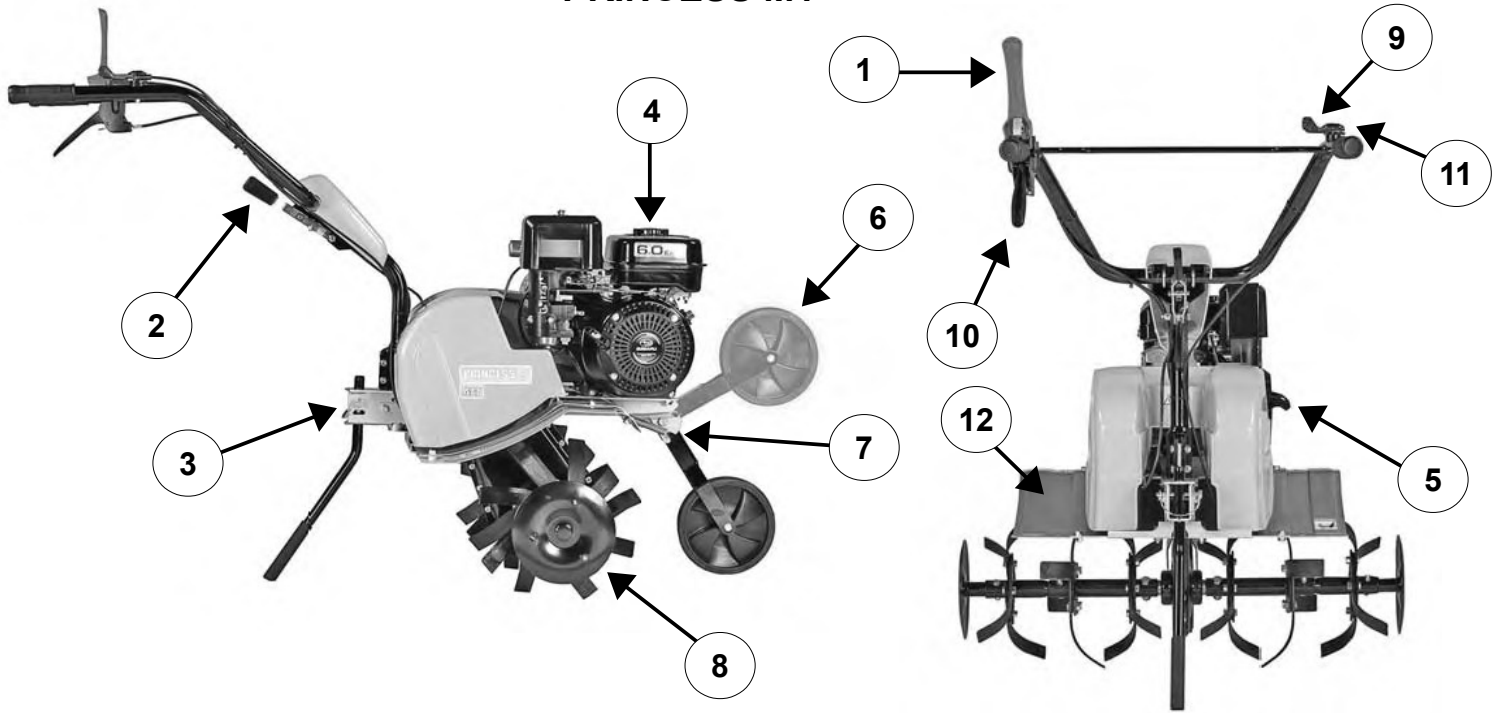

Fig. 1
- Monte a roda de movimento (fig. 1 – fig. 2 – fig. 3, n. 6) introduzindo a mola.
- Monte a espora (fig. 1 – fig. 2 – fig. 3, n. 3).
- Monte os guarda-lamas (fig. 1, n. 12 – fig. 2 – fig. 3, n. 13).
- Regule a altura do guiador para o adaptar melhor à posição de trabalho com a manopola (fig. 1 – fig. 2 – fig. 3, n. 2).
- Regula a profundidade de trabalho baixando ou levantando a espora traseira (fig. 1 – fig. 2 – fig. 3, n. 3).
- Puxe o suporte da roda de movimento para baixo e ponha-o para cima (fig. 1 – fig. 2 – fig. 3, n. 7).
- Acelere o motor (fig. 1 – fig. 2 – fig. 3, n. 9).
- Aprete lentamente a alavanca de avanço até a máquina começa a mover-se (fig. 1 – fig. 2 – fig. 3, n. 1).
- Para parar a máquina solte a alavanca de avanço (fig. 1 – fig. 2 – fig. 3, n. 1).
- Desligue o motor puxando o interruptor do motor (fig. 1, n. 11 – fig. 2 – fig. 3, n. 12). Consulte o manual do motor.